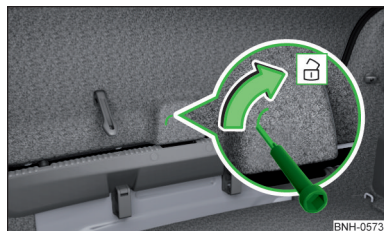

Fig. 173
- Introduceți în degajarea din capitonajul capotei » fig. 173 o șurubelniță sau o altă unealtă asemănătoare, până la capăt.